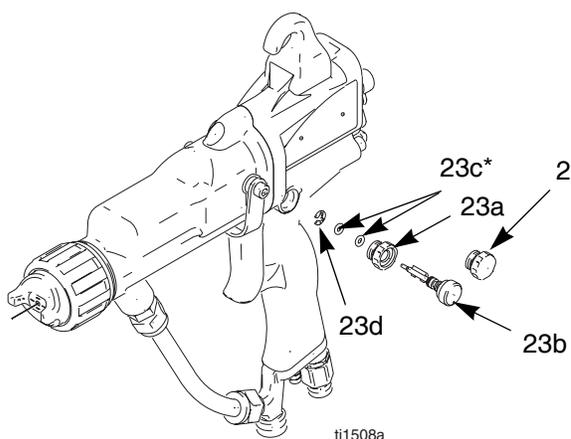

图 22. 雾化空气节流阀
2. 卸下雾化空气节流阀 (23)。检查 O 形圈 (23c*)。若有必要可将其更换。见图 22。
3. 装上新的雾化空气节流阀 (23)，或单独拆卸和更换零部件。设定好阀门的位置，让其突出部位错开空气阀 (21) 的轴。